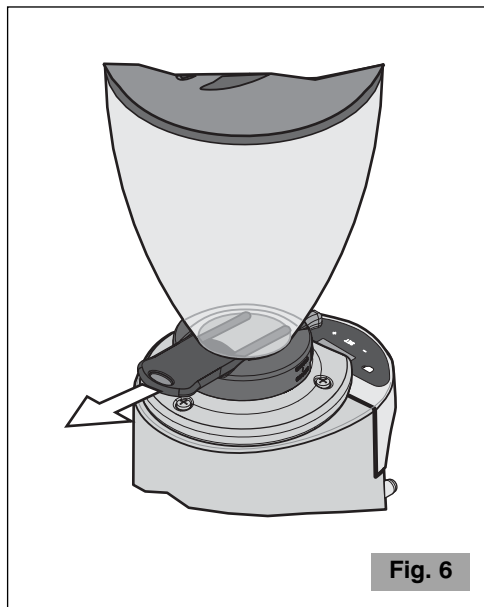

Fig. 6
**S'assurer de l'ouverture complète de l'obturateur de la cloche jusqu'à la fin de sa course (dernier déclic) (voir Fig. 6).**